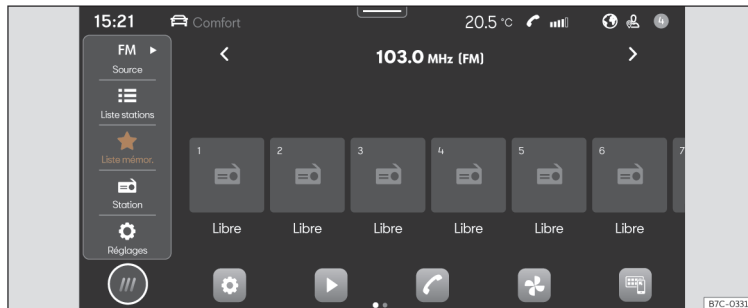

Fig. 152 Représentation schématique : Vue Radio.
- Appuyez sur **HOME** > >>> **fig. 152**.